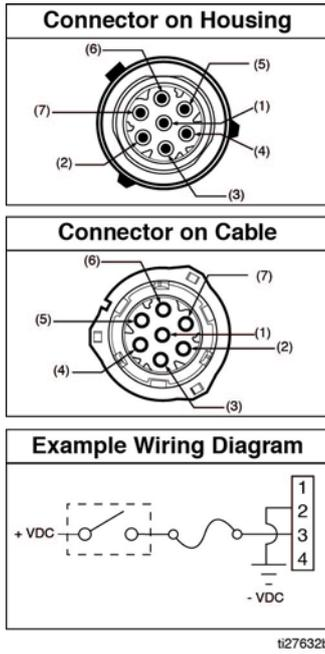

FIG. 5
- Consultez le dessin de la broche à la FIG. 5 pour visualiser son emplacement correct dans le connecteur.